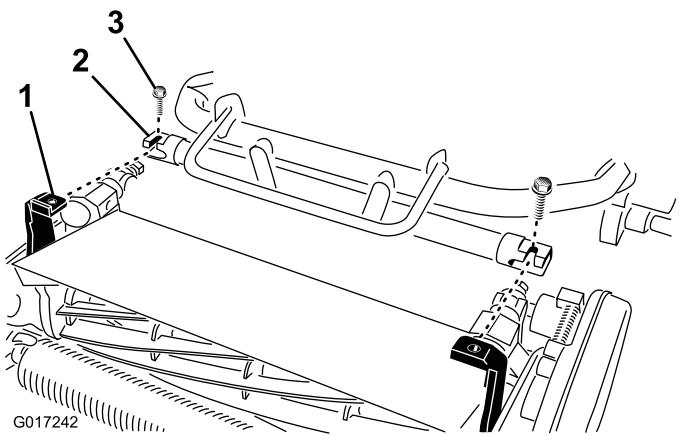

Figura 5
- Manobre a estrutura da unidade de tração (Figura 5) para a frente até engatar nos braços articulados da unidade de corte.
- Fixe a estrutura da unidade de tração aos braços articulados da unidade de corte com 2 parafusos 3/8 x 3/4 pol. (Figura 5)